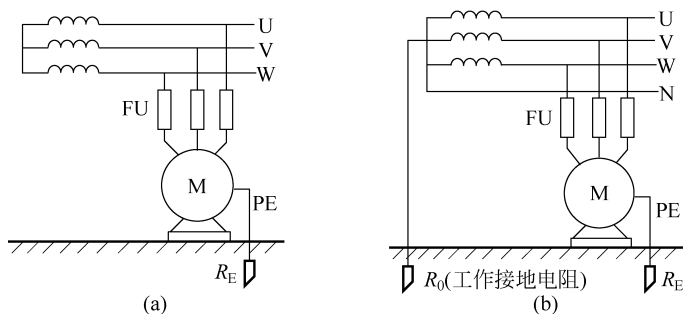

图 1-6 接地故障保护
(2) 保护接地和保护接零。电气设备外露的导电部分和设备发生绝缘故障等导致设备外壳带电,会对人体造成伤害,为了降低接触电压,减少对人体的危害,应该对设备的金属外壳进行接地。在电源中性点不接地或经阻抗接地系统(三相三线制)或者电源中性点直接接地并引出中性线(三相四线制系统)系统中,将设备外壳通过各自的接地体与大地紧密相接,这种接地方式称为保护接地,如图 1-6 所示。在 IT 系统中,采用保护接地,只要将接地电阻限制在足够小的范围内,就能使流过人体的电流小于安全电流,从而保证人身安全。在 TT 系统中,采用接地保护后,当电气设备发生“碰壳”,设备外壳接地故障电流流经保护接地电阻、系统工作接地电阻以及电源构成回路,需要装设灵敏度较高的电流保护装置切除故障回路。